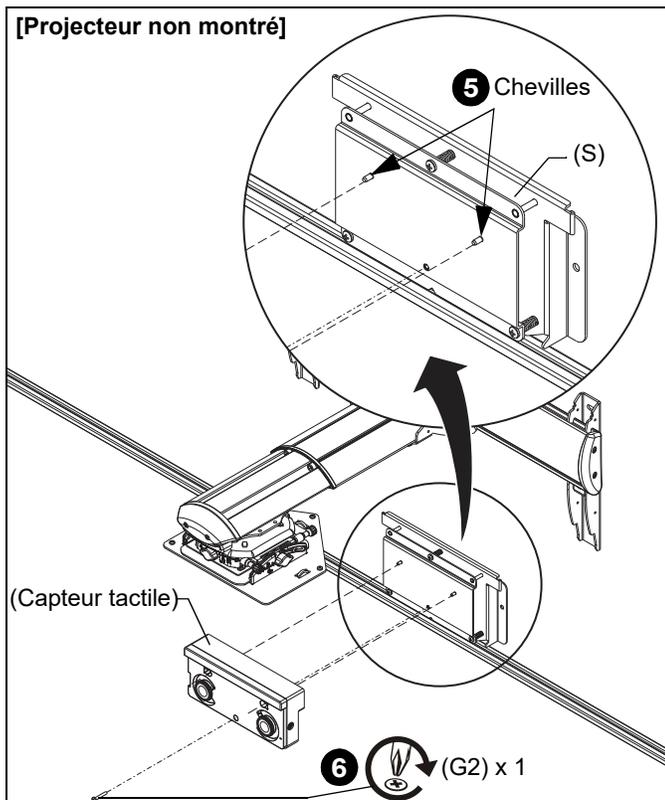

Figure 29
- Fixez le capteur tactile au support de capteur (S) en plaçant les deux trous de montage du capteur tactile sur les chevilles du support de capteur. (Voir figure 29)
- En utilisant une vis à tête creuse M4 x 25 mm Phillips (G2), fixez le capteur tactile. (Voir figure 29)